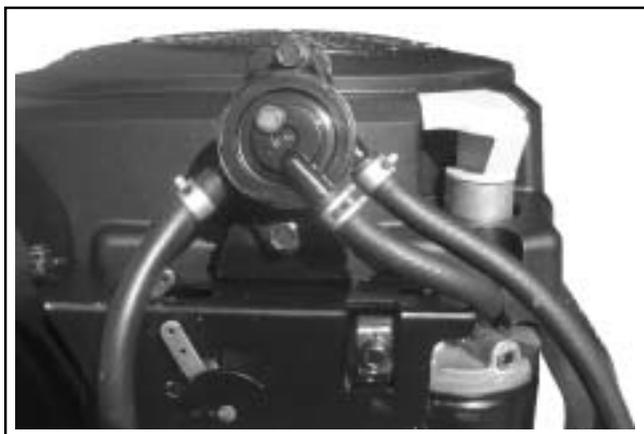

Figura 5-1. Pompa di alimentazione ad impulsi.
Alcuni motori sono dotati di pompa di alimentazione ad impulsi opzionale. Vedere Figura 5-1.
2. Collegare i tubi di ingresso, uscita ed impulso ai rispettivi raccordi sulla pompa. Fissare con fascette. Vedere Figura 5-1.